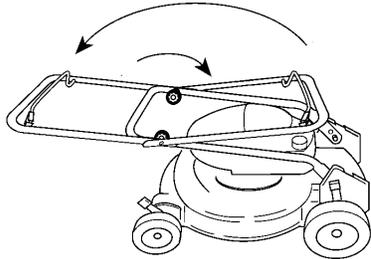

Abbildung 28
2. Die Griffstange zur Vorderseite des Rasenmähers drehen (Abb. 28).
- Die Knöpfe lösen, mit denen der obere Griffstangenteil am unteren Teil befestigt ist, und den oberen Griffstangenteil zur Hinterseite des Rasenmähers in Lagerungsposition zurückklappen (Abb. 28).
**Hinweis:** Beim Zusammenklappen der Griffstange darauf achten, daß die Kabel nicht an den Griffstangenknöpfen eingeklemmt werden. Die Griffstange nur in die gezeigte Richtung klappen (Abb. 28).